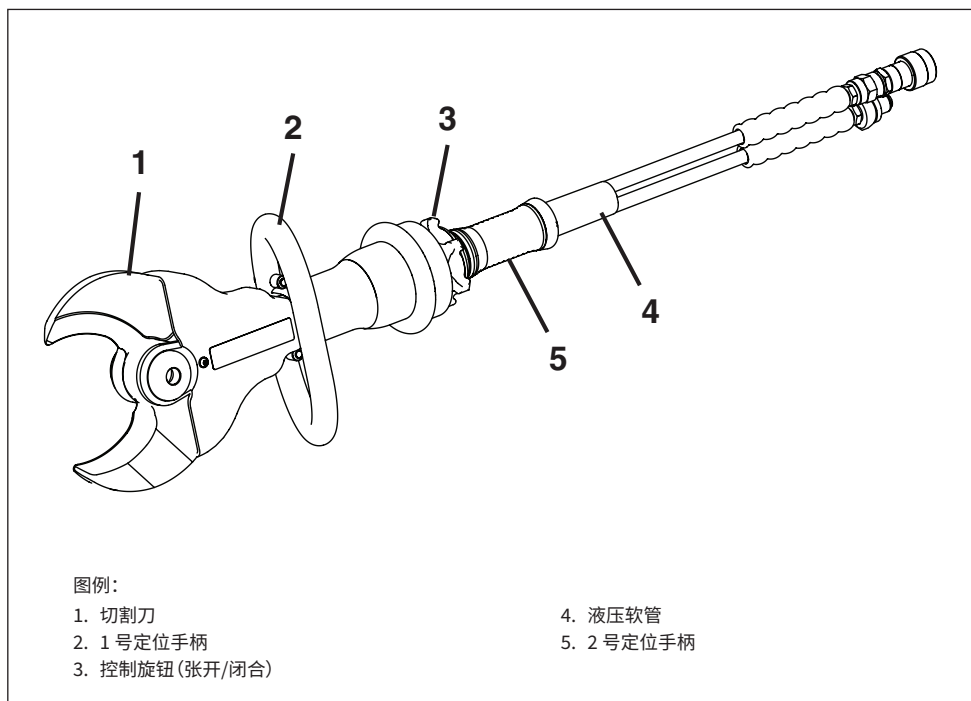

图 1, 功能和组件
本次供货所包含的切断机主要特点和典型部件请参见图 1。切断机最大切割能力、规格和尺寸, 请参见第 2.0 节。
- 使用位于切断机液压缸侧部和后部的定位手柄，按需放置切断机。参见图 1。